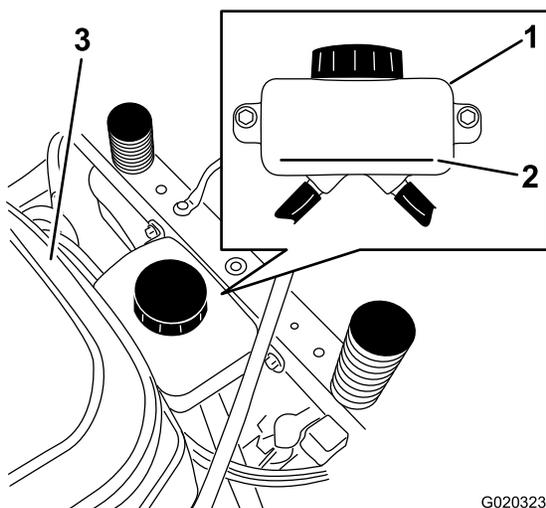
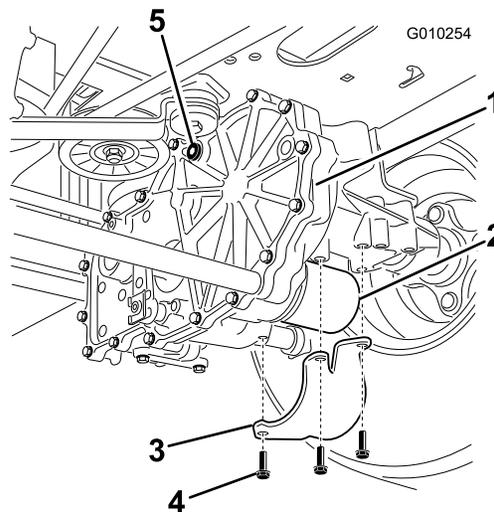

Figura 51
Figura 52
3. Localice el filtro y los protectores de cada sistema de tracción del transeje (Figura 52).
4. Retire los tres tornillos que sujetan el protector del filtro, y retire el protector (Figura 52).
- A. Compruebe que los tapones de ventilación y el tapón del depósito han sido retirados antes de añadir el aceite (Figura 51 y Figura 52).
- B. Vierta lentamente aceite del tipo especificado en el depósito de expansión hasta que salga aceite de **uno** de los orificios de ventilación (Figura 52), y deje de verter aceite.
- C. Instale el tapón en ese orificio (Figura 52).
- D. Siga añadiendo aceite a través del depósito de expansión hasta que el aceite salga del otro orificio de ventilación de la segunda transmisión, y deje de verter (Figura 52).
- E. Instale el tapón en ese orificio (Figura 52).
7. Siga añadiendo aceite a través del depósito de expansión hasta que llegue a la línea FULL COLD del depósito de expansión, y instale el tapón del depósito (Figura 51).
6. Pare el motor y verifique el nivel de aceite del depósito de expansión. Añada aceite del tipo especificado hasta que llegue a la línea FULL COLD del depósito de expansión (Figura 51).
8. Verifique una vez más el nivel de aceite del depósito de expansión. Si es necesario, añada aceite del tipo especificado hasta que llegue a la línea FULL COLD del depósito de expansión (Figura 51).